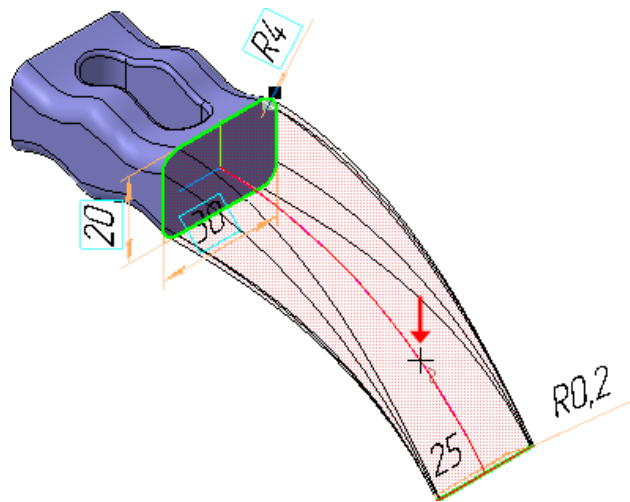

Рисунок 41.
- Укажите осевую линию: либо **Эскиз:7** в Дереве модели, либо дугу в окне модели (рис. 41).